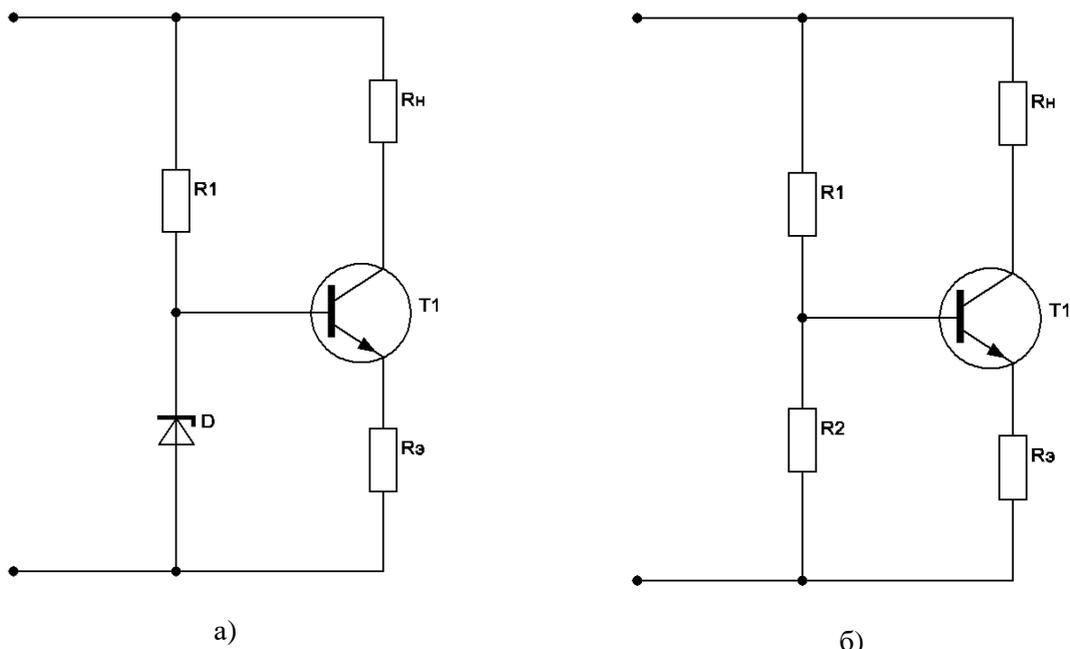

Рисунок 1. а) – Источник тока с заданием рабочей точки стабилитроном, б) – Источник тока с заданием рабочей точки делителем напряжения
1. Определить параметры элементов схемы источника тока на биполярном транзисторе (рис.1 а и б). Коэффициент усиления по току β , примите равным 100. При проектировании, в случае необходимости, используйте стабилитрон марки 1N4732A. При расчете цепей с делителем напряжения, считайте, что напряжение на сопротивлении эмиттера не должно превышать 5 В.